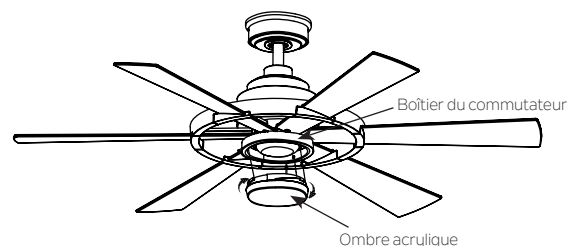

Fig. 23
Étape 4. Fixez le cache acrylique sur le boîtier de l'interrupteur en le tournant dans le sens des aiguilles d'une montre, puis tournez progressivement le cache acrylique jusqu'à ce qu'il s'enclenche sur le boîtier de l'interrupteur. Ne pas trop serrer. (Fig. 23)